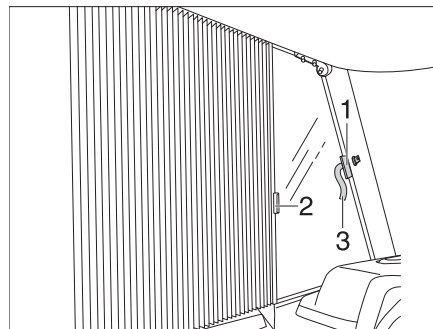

Bild 14 Sichern faltverdunklung Fahrer-/Beifahrerfenster
- Die faltverdunklungen für das Fahrerfenster und das Beifahrerfenster mit den Griffen (Bild 14,2) unter die Abdeckungen schieben und mit den Klettverschluss-Schleifen sichern (Bild 14,1 und Bild 14,3). Die faltverdunklung ist gesichert.